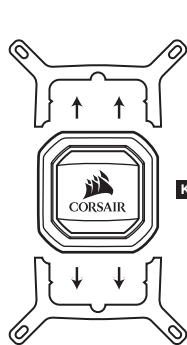

figure 1
**PL** > Zdemontuj przymocowany uchwyt montażowy Intel (rysunek 1).
**EN** > Отсоедините встроенный монтажный кронштейн Intel (рис. 1).